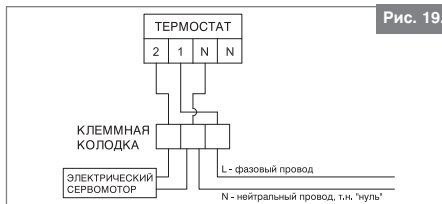

Рис. 19.
- электронным со светодиодом 230В (К-800100) - схема подключения на рис. 19,
- электронным со светодиодом 24В (К-800101) - схема подключения на рис. 19.